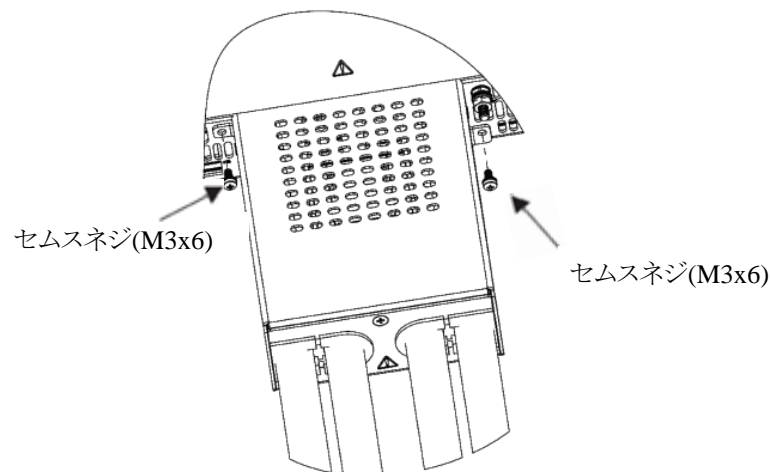

図4-34 出力端子カバーのリアパネルへの取り付け方法
6. 図4-34に示すようにセムスネジ (M3x6、製品に添付されています) を使用して、電源のリアパネルに出力端子カバーを取り付けます。